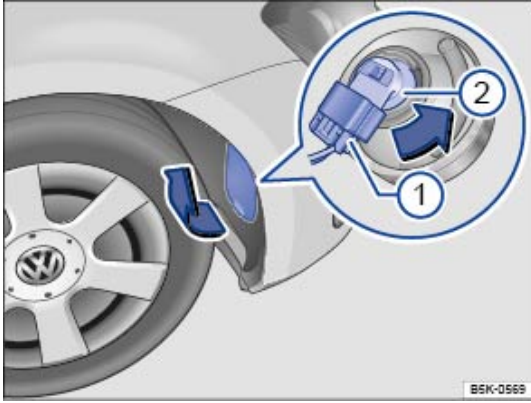

Fig. 246 Dans la coquille de passage de roue avant droite : changement de l'ampoule du projecteur.
| 3.   | Retirez avec précaution, dans le sens de la flèche, le cache dans la coquille de passage de roue en faisant levier à l'aide de la lame plate du tournevis compris dans l'outillage de bord → Fig. 246.                   |
| 4.   | Déverrouillez puis débranchez la fiche de raccordement → Fig. 246 ① .  |
| 5.   | Tournez le porte-ampoule → Fig. 246 ② dans le sens inverse des aiguilles d'une montre (flèche) jusqu'en butée puis retirez-le par l'arrière avec l'ampoule.  |
| 8.   | Rebranchez la fiche de raccordement → Fig. 246 ① sur le porte-ampoule ②. La fiche doit s'enclencher de manière audible.  |
| 9.   | Mettez en place le cache dans la coquille de passage de roue → Fig. 246.   |